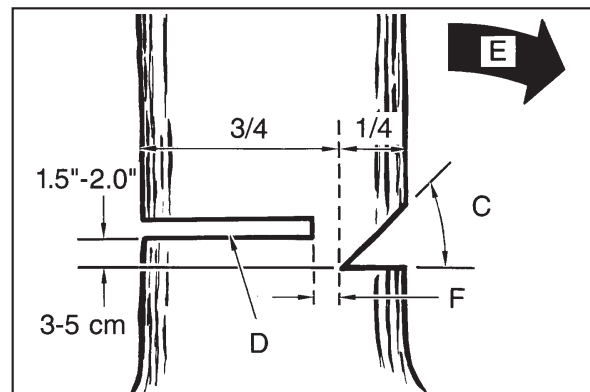

Рис. 11B
не ходите и не стойте перед деревом, на котором сделаны запилы. Сделайте основной пропил (D) с противоположной стороны ствола, на 3–5 см выше края запила (C) (Рис. 11B).